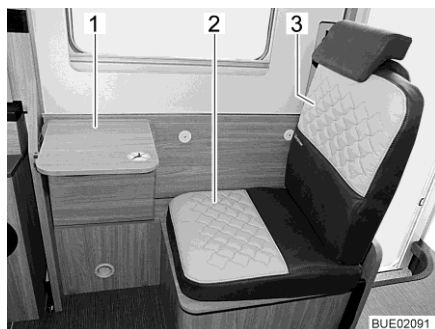
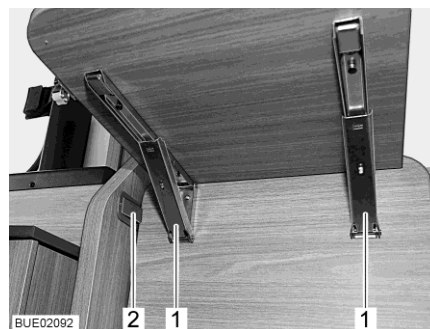

Bild 30 Extra stol med fällbord
Bild 31 Spärr på fällbordet
- Sätt dit den medföljande sittdynan (Bild 30,2) och ryggdynan (Bild 30,3).
- Vrid den främre delen av den längsgående sittbänken uppåt tills den klickar in i plastspärren (Bild 31,2).
- Fäll ihop bordsskivan nedåt: Lås upp båda spärarna (Bild 31,1) och sväng bordsskivan (Bild 30,1) nedåt.